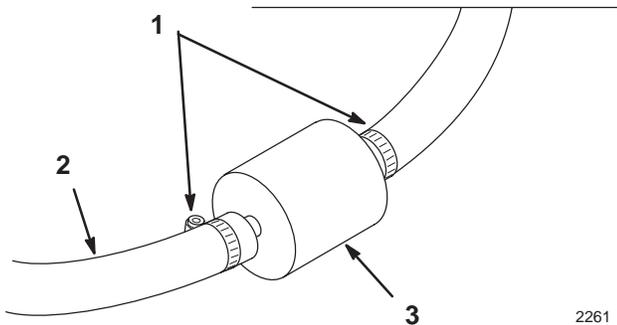

Bild 27
3. Lockern Sie die Schlauchklemmen und schieben sie auf dem Schlauch vom Filter weg (Bild 27).
4. Entfernen Sie den Filter von den Kraftstoffleitungen (Bild 27).